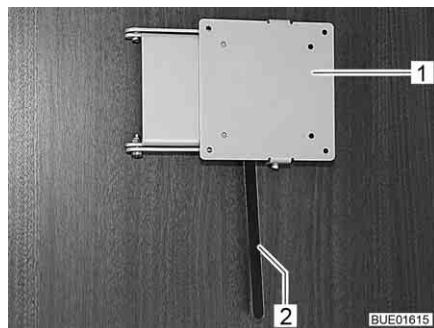

Bild 76 Halterung mit Entriegelungshebel
- Den Entriegelungshebel (Bild 76,2) zur Seite drücken und die Halterung (Bild 76,1) mit dem Flachbildschirm in die gewünschte Position drehen.
- Flachbildschirm zurückdrehen, bis die Halterung (Bild 76,1) in die Verriegelung einrastet.